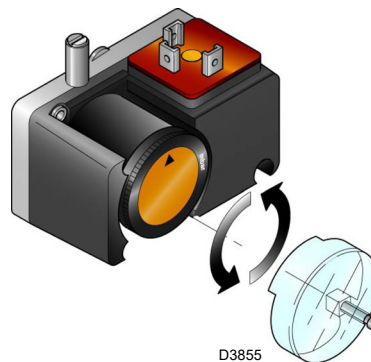

Abb. 31
- Regeln Sie den Minimal-Gasdruckwächter (Abb. 31 auf Seite 36) auf den Skalenanfang.
Den Gas-Mindestdruckwächter (Abb. 31) nach erfolgter Einstellung des Brenners, der Gasventile und des Stabilisators der Gasarmatur einstellen.